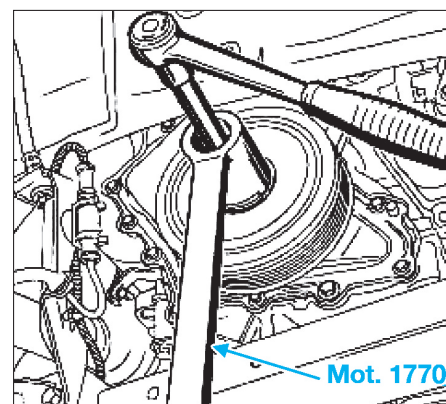

FIG. 32
- Déposer la poulie de vilebrequin. Pour cela, utiliser l'outil (Mot. 1770) (fig. 32).